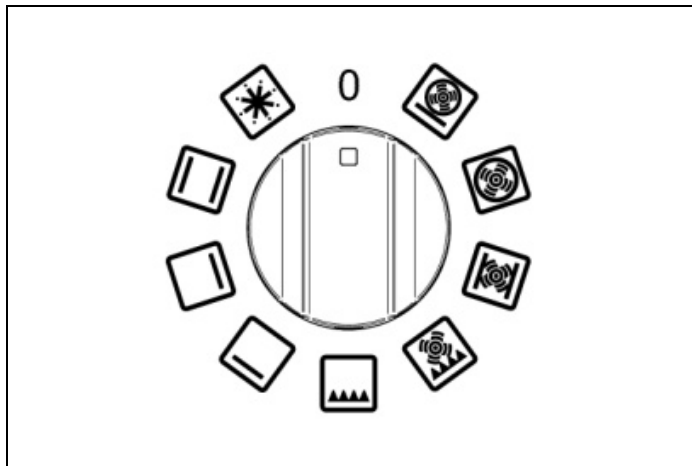
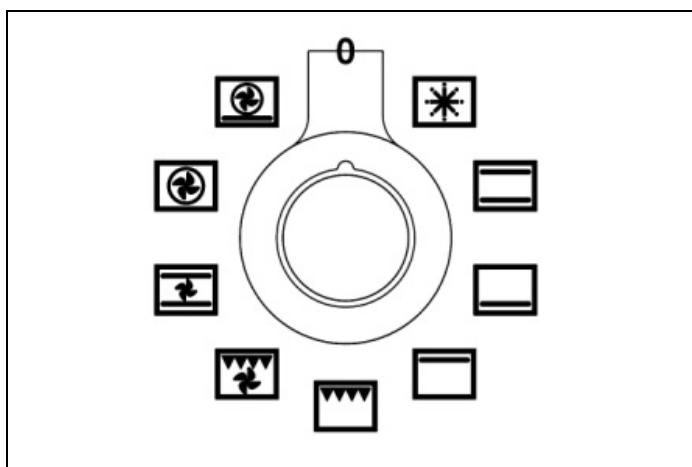
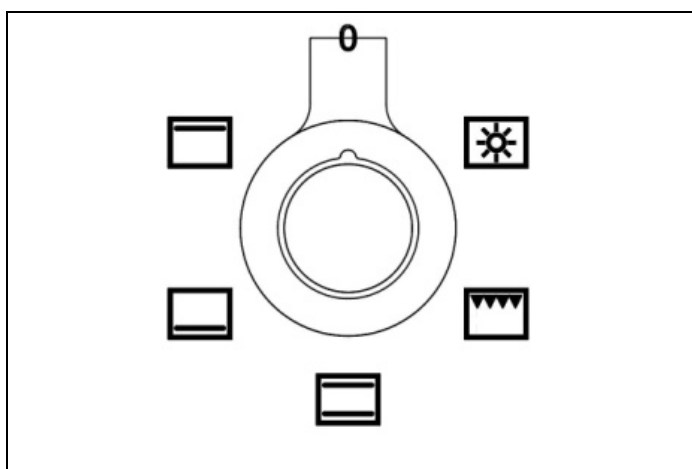

Fig. 25
Fig. 26
Fig. 27
- 1) Ruotare la manopola funzioni (Fig. 25 - Fig. 26 e Fig. 27) in senso orario per selezionare la funzione che si desidera utilizzare.